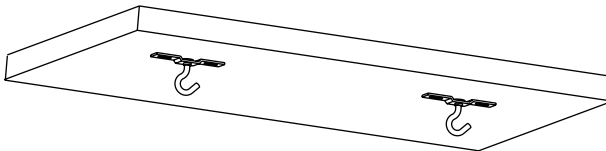

Abbildung 11
2. Für die Montage am einer massiven Stein-/ Betondecke verwenden Sie bitte die Schwerlastdübel (j) oder Kunststoff-Dübel (h). Ermitteln Sie die geeignete Position zur Montage der Hakendübel € bzw. Deckenhakenplatte (f). Zeichnen Sie eine gerade Linie um die beiden Haken in gleicher Flucht zueinander zu installieren. (siehe **Abb. 11**)